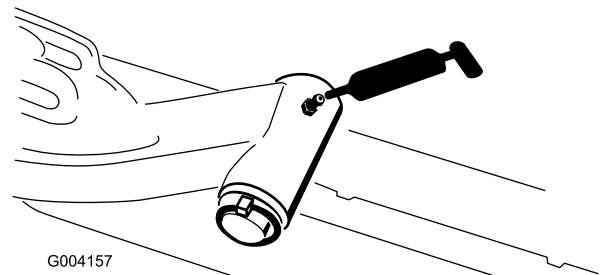

Figure 49
- Axe de pivot des bras de relevage (1 chacun) (Figure 49)